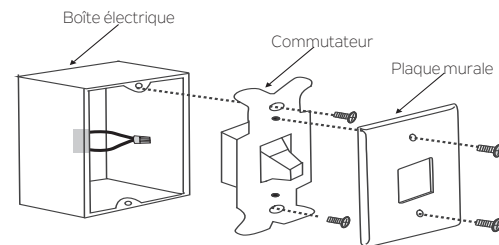

Fig. 26
**Étape 1.** Retirer la plaque murale existante et l'ancien interrupteur de la boîte électrique murale. Connecter les conducteurs NOIR (charge) ensemble à l'aide d'un écrou de connexion et les pousser délicatement dans la boîte de connexion. (Fig. 26)